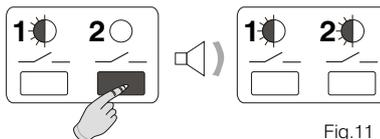

Fig.11
- Mantenere premuto il **tasto**  fino alla emissione di un singolo segnale acustico, quindi rilasciarlo. Entrambi i **LED** sono lampeggianti. Il **canale 2** è predisposto per essere asservito al **cronotermostato "Master"** (fig.11).